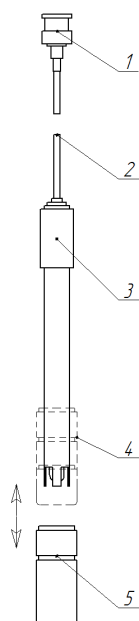

Рисунок 1 – Схема электрода pH
- 1) Необходимо убедиться в отсутствии механических повреждений электрода (рис. 1 поз. 3) и соединительного кабеля (рис. 1 поз. 2).
- 3) Перед началом измерений электрод необходимо подключить к датчику через BNC разъем (рис. 1 поз 1) и снять защитный колпачок (на рис. 1 поз 5 – пунктиром показано положение защитного колпачка при транспортировке и хранении).